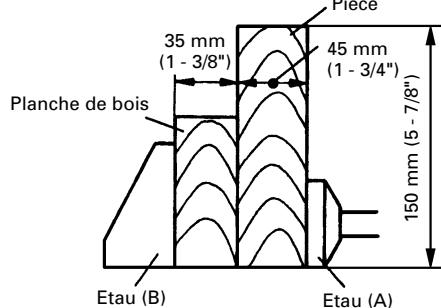

Fig. 20
- (2) La Fig. 20 montre les dimensions d'une grande largeur qui va être coupée à un angle de 45° . L'utilisation d'une planche, comme illustré sur la Fig., permet de couper des pièces d'une largeur maximale de 45 mm (1-3/4") et d'une hauteur maximale de 150 mm (5-7/8"). Quand l'outil électrique quitte nos usines, la lame est fixée à la position de 130 mm (5-1/8"). Régler la position de la poignée pour couper une pièce de grande largeur et de 150 mm (5-7/8") de hauteur. (Voir p. 29: "6. Réglage de la position de la poignée".)